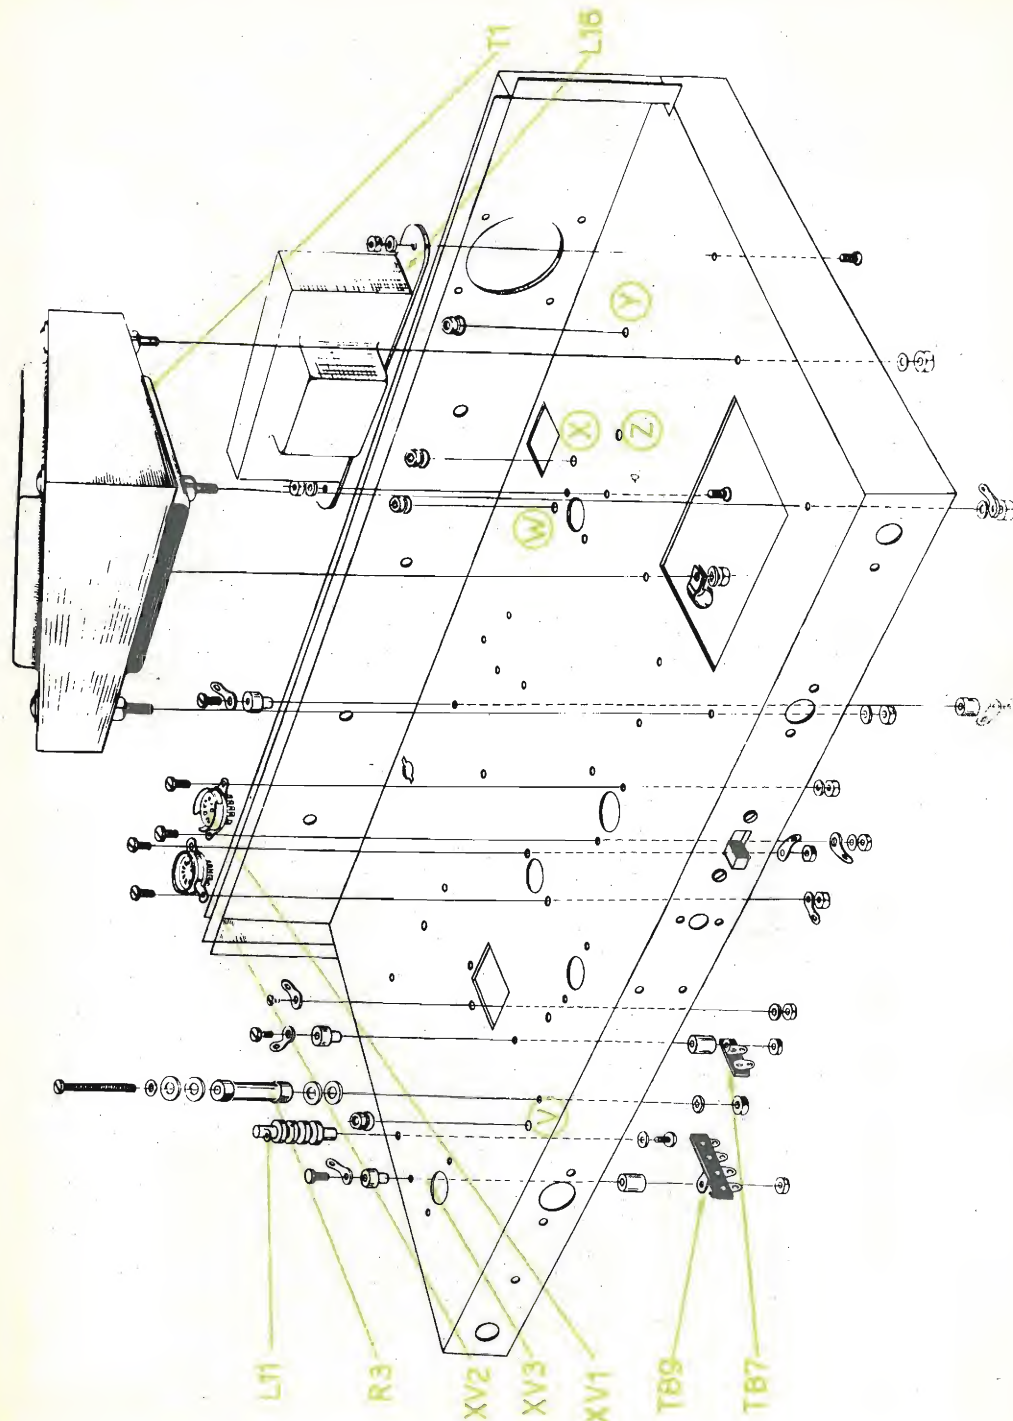

Fig. 2A - Montaggio dei componenti sulla parte superiore del telaio.
Montaggio dei componenti sulla parte superiore del telaio (fig. 2A)
- 3 - Tre isolatori ceramici passanti forniti con la scatola di montaggio comprendono due parti ognuno. Una più larga, cava, con diametro esterno di circa 12,5 mm, la seconda con un gradino più piccolo che misura circa 8 mm. Questa parte va infilata nei tre fori del telaio predisposti come a fig. 2A.